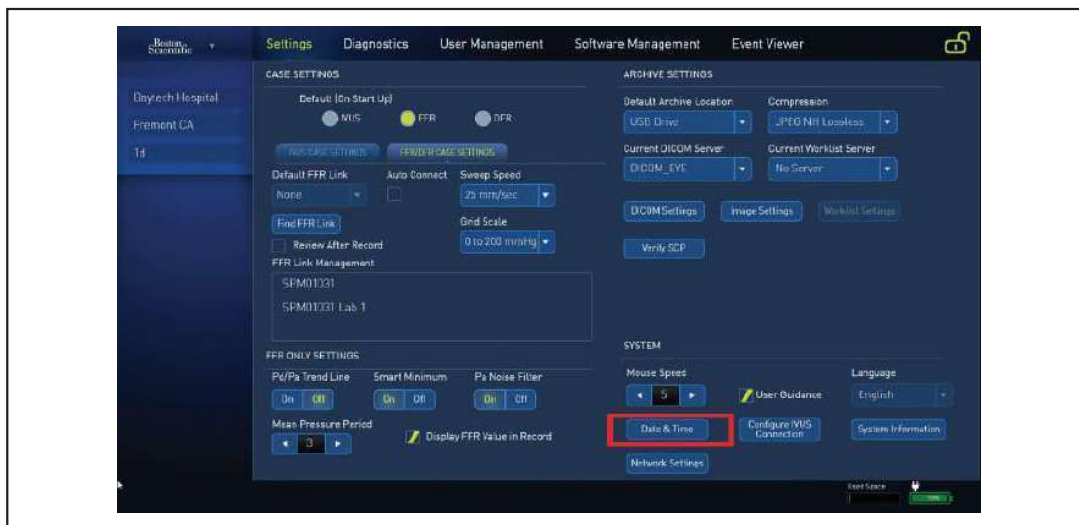

Figura 93.
- 6.6 Selectați **Fila Software Management** (Gestionare software, prezentată în Figura 93).